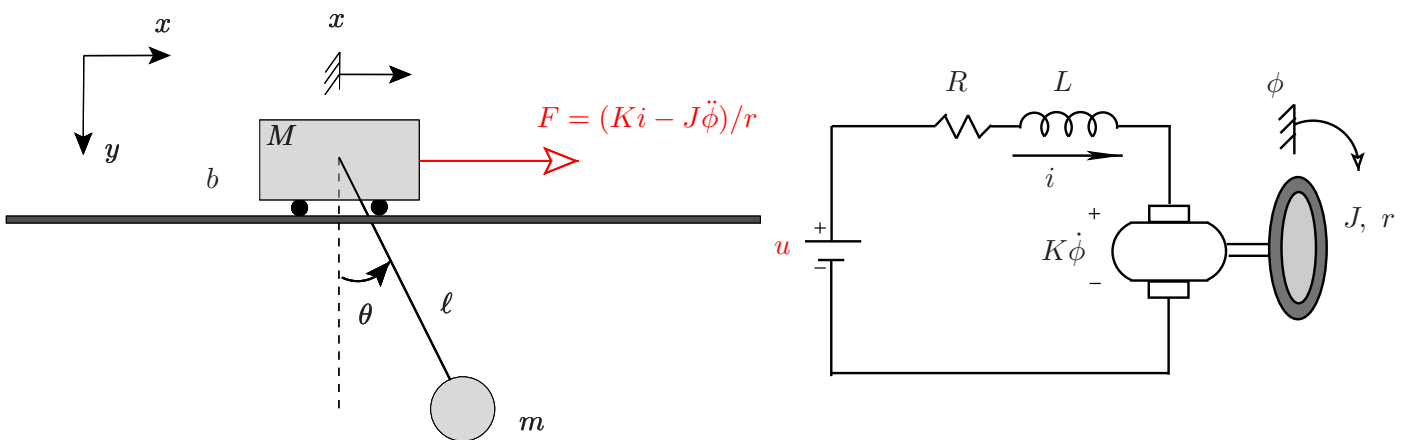

Figura 1: Carro-pêndulo
Um equipamento muito presente na indústria é a ponte rolante. Esta é utilizada para elevação e deslocamento de cargas classicamente grandes e pesadas que não podem ser movidas facilmente de forma manual. Ela é composta por um trilho, carro e talha. Sendo assim, pode ser modelada como um sistema carro-pêndulo apresentado na Figura 1.
Este sistema consiste de um pêndulo, composto por uma haste de massa desprezível de comprimento ℓ e uma esfera de massa m , acoplado a um carro de massa M . Como pode ser observado na Figura 1, a medida que o carro desloca-se em x sobre a ação de uma força horizontal F , o pêndulo realiza um deslocamento angular θ . Considere que o atrito viscoso entre o ar e o carro é denotado por b . Nosso objetivo é realizar o projeto de um controlador $C(s)$ de forma a levar o carro para uma posição de referência $r(t) = 10$ [m]. A ideia é sintetizar a força $F(t)$ que é transferida ao carro a partir da aplicação de uma tensão $u(t)$ no motor, processando-se o erro entre $r(t)$ e $x(t)$. Considere que não existe escorregamento entre o motor e o trilho e que a indutância do motor é desprezível $L \approx 0$.
1. Determine o modelo matemático não linear em função de $x(t)$ e $\theta(t)$ e da entrada $u(t)$ utilizando o referencial proposto na Figura 1.